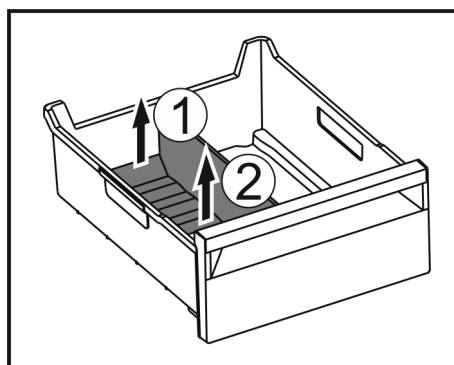

Fig. 167
- Hinteren Teil des Eisfach-Trenners anheben. Fig. 167 (1)
- Eisfach-Trenner nach oben entnehmen. Fig. 167 (2)